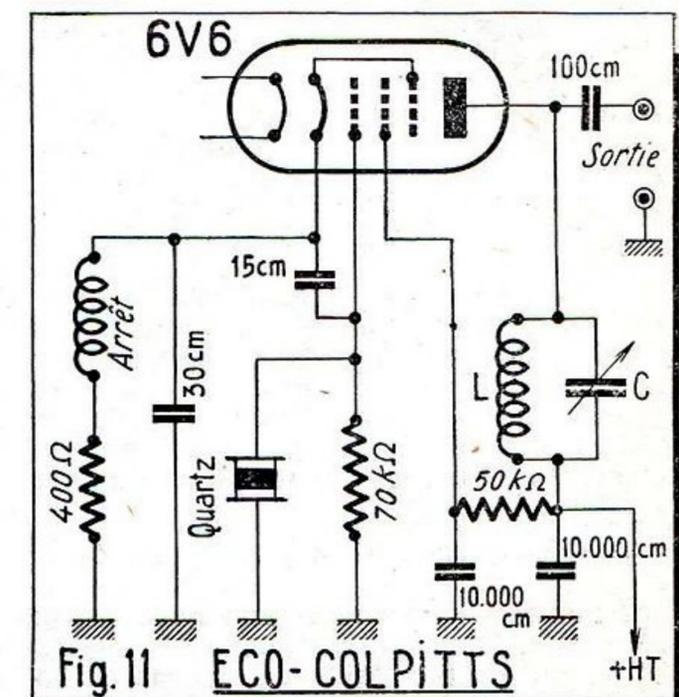

Fig. 11 ECO-COLPITTS
V. ECO - Colpitts à quartz (figure 11).
Le schéma de la figure 11 donne toutes indications pour le montage avec pentode 6V6 ou 6F6.